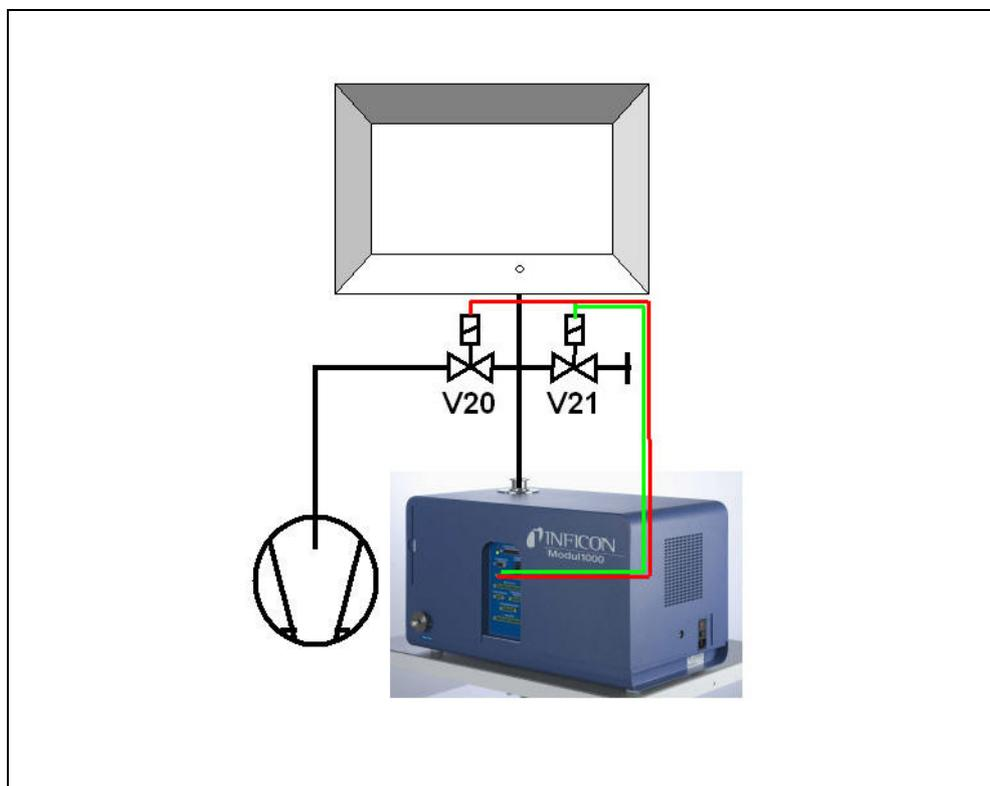

Abb. 5-1 Teilstrombetrieb
Die Vakuumkammer wird durch das Modul1000 evakuiert, wahlweise auch im Teilstrombetrieb (Abb. 5-1 Teilstrombetrieb). Das in der Vakuumkammer befindliche Prüfteil ist durch die Kammerwände hindurch mit der Heliumbefülleinrichtung verbunden und wird im evakuierten Zustand der Vakuumkammer mit Helium beaufschlagt.
- 2** Nach dem Auslösen des START Signals beginnt das Modul1000 die Vakuumkammer zu evakuieren. Ist eine Teilstrompumpe an das Modul1000 angeschlossen, wird das Teilstromventil V20 (Abb. 5-1) angesteuert und der Prüfablauf entsprechend der Teilstromeinstellung durch die Teilstrompumpe unterstützt.
- 11** Im Anschluss wird die Vakuumkammer durch das Modul1000 (und das externe Flutventil V21 (Abb. 5-1), falls angeschlossen) auf Atmosphärendruck belüftet.